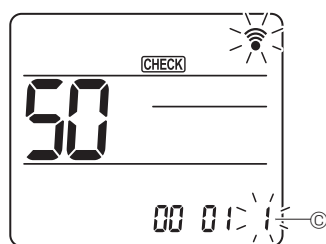

Fig. 6-19
- ④ Velge innstillingsnummer
- Bruk [00]-knappen for å endre innstillingen nummer ③. (Fig. 6-19)
- ⑤ Velge flere funksjoner kontinuerlig
- Gjenta valg ③ og ④ for å endre flere funksjonsinnstillinger kontinuerlig.
- ⑥ Komplette funksjonsvalg